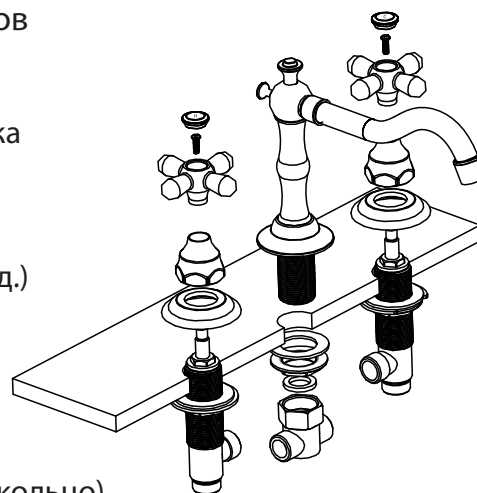

Рисунок 2
2. Снимите узел ручки, узел декоративной крышки и узел носика отдельно от основного корпуса смесителя (рис. 2).